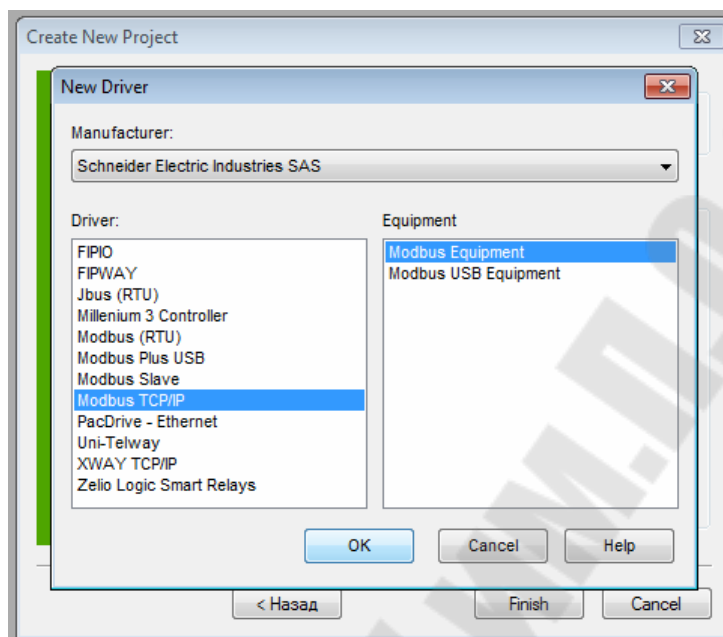

Рис. 2.5. Выбор типа оборудования *Modbus Equipment*
- Для связи с внешним оборудованием по локальной сети *Ethernet* выбрать драйвер *Modbus TCP/IP* и тип оборудования *Modbus Equipment* (рис. 2.5).